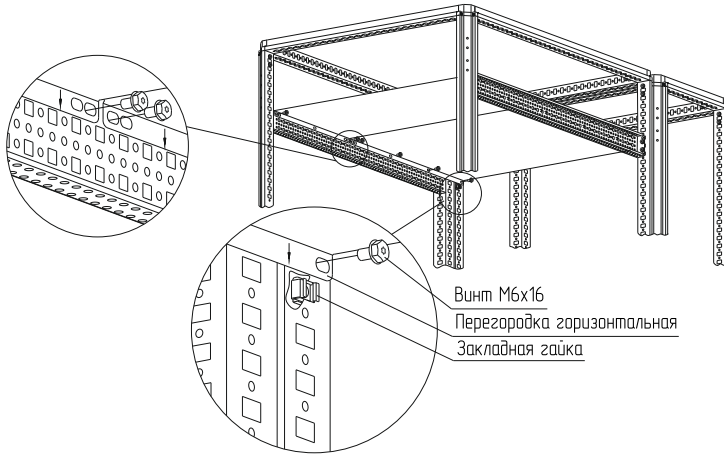

Рисунок 59
– вариант 2. Для этого установите рейки монтажные тип В на нужной высоте, установите закладные гайки в квадратные отверстия реек в места, соответствующие высоте и отверстиям перегородки, закрепите винтами М6х12 и шайбой (рисунок 59). Рейки и набор крепежа в комплект не входят;